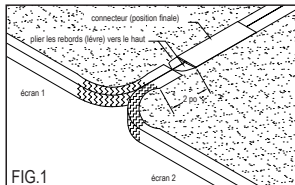

FIG. 1
3. Pour assembler plusieurs écrans thermiques / écrans de plancher / écrans muraux / protection anti-braises Type 2 HY-C l'un à l'autre, utiliser la trousse d'assemblage d'écran protecteur HY-C (pièce ULCK vendue séparément). Cette trousse contient des fixations permettant d'assembler entre eux les modèles de plus grande taille d'écrans thermiques / écrans de plancher / écrans muraux / protection anti-braises Type 2 HY-C. (Il faudra peut-être soulever la lèvre métallique de l'écran thermique / écran de plancher / écran mural / protection anti-braises Type 2 HY-C, au bord seulement, afin de commencer à poser les fixations. On pourra renforcer les fixations doucement au moyen d'un marteau.) Voir Fig. 1. Il faut utiliser les fixations fournies avec la trousse de connecteurs d'écrans thermiques HY-C (pièce ULCK vendue séparément) et les installer conformément au mode d'emploi de l'écran thermique / écran de plancher / écran mural / protection anti-braises Type 2 HY-C afin d'éviter d'exposer un élément combustible de la construction aux braises ou centres ardents après l'installation de l'écran thermique / écran de plancher / écran mural / protection anti-braises Type 2 HY-C.